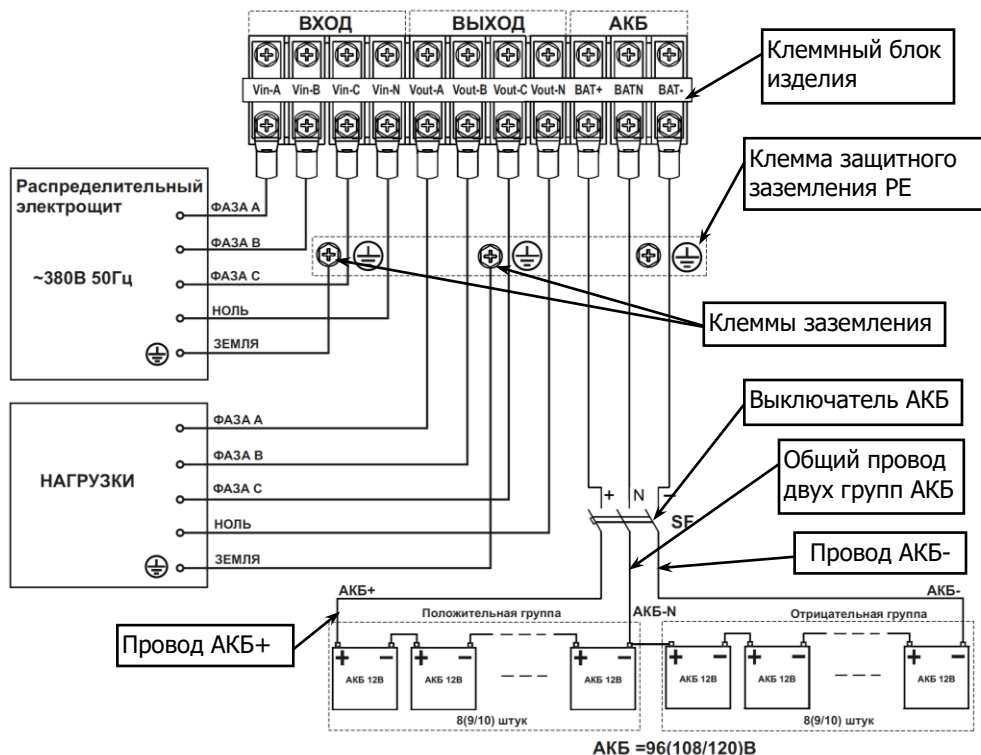

Рисунок 23 – Схема подключения изделия и монтажа аккумуляторной батареи.
Между АКБ и изделием должен быть подключен DC — совместимый трехполюсный термоманитный защитный автоматический выключатель SF, (или другое устройство защиты, например группа предохранителей с трёхполюсным выключателем), расположенный как можно ближе к АКБ, см. рисунок 23.
- номинальное напряжение выключателя должно быть не менее рабочего напряжения положительной/отрицательной группы АКБ (см. рисунок 23);
Затем выполнить, **с соблюдением полярности**, последовательное соединение аккумуляторных батарей 12 В, в соответствии с двуполярной схемой (см. рисунок 23) при помощи перемычек АКБ (**перемычки АКБ в комплект поставки НЕ входят**).
- Проводники фаз А, В, С и провод N питающей линии от распределительного щита, предназначенные для подключения на входы изделия, должны быть обесточены (см. рисунок 23)
- подключение кабелей к клеммному блоку выполняйте в соответствии со схемой (см рисунок 23) и маркировкой, нанесенной на клеммном блоке изделия;
- подключите провода заземления кабелей подключения питающей сети и нагрузки к соответствующим клеммам заземления изделия (см. рисунок 23);
- к клеммам заземления каждого изделия подключите провода заземления кабелей подключения питающей сети и нагрузки (см. рисунок 23);